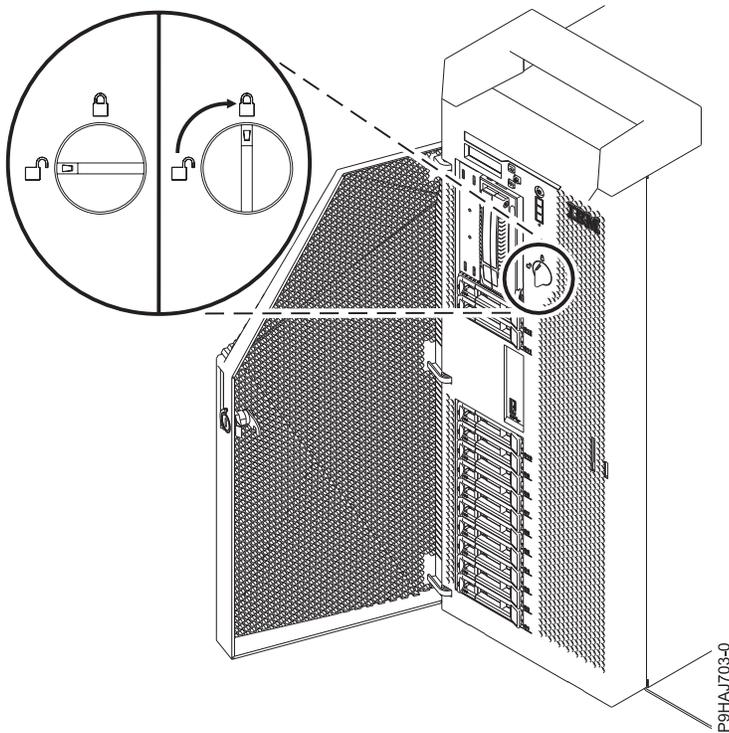

Figura 49. Fechando o engate da tampa frontal
4. Gire o engate da tampa para a direita (no sentido horário) para bloquear a tampa, como mostrado na Figura 49 na página 72. A vertical está bloqueada; a horizontal está desbloqueada.